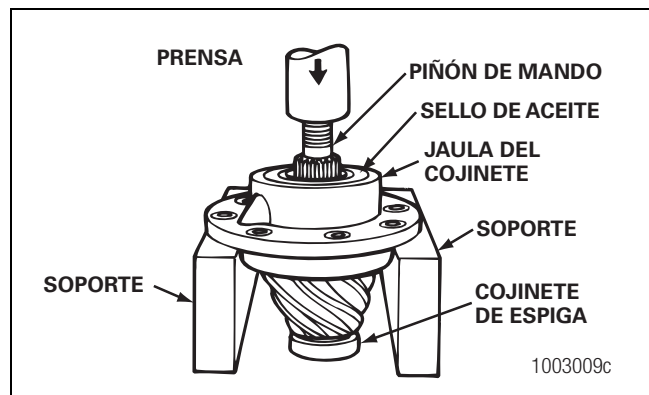

Figura 3.26
1. Coloque en una prensa el piñón de mando y la jaula del cojinete. El eje del piñón debe estar hacia la parte superior del conjunto. Figura 3.26.
2. Apoye sobre bloques metálicos o de madera la caja del cojinete, por debajo del área de la brida. Figura 3.26.
3. Prese el piñón de mando a través de la jaula del cojinete. El rodillo cónico del cojinete interior y el separador del cojinete permanecerán en el eje del piñón. Figura 3.26.